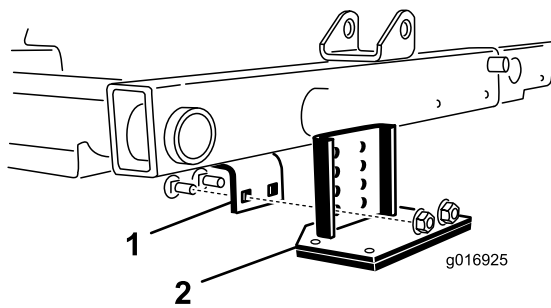

Figura 30
2. Localize o suporte da estrutura acima do centro da unidade de corte (Figura 30).
3. Pressionando para baixo o cilindro frontal da unidade de corte central, determine quais os furos do suporte de comando que alinham com os furos do suporte da estrutura para obter o mesmo contacto do rolo quando o suporte de controlo estiver instalado (Figura 30).
4. Desça as unidades de corte e monte o suporte de controle na estrutura com os 2 parafusos da carroçaria e 2 porcas fornecidos com o kit (Figura 30).